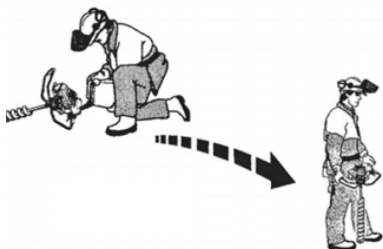

fig. 2
5. Lors du remplissage du carburant, si du carburant se déverse sur l'outil, essuyez-le avec soin et déplacez l'outil à un nouvel endroit pour le remplissage du carburant situé à au moins 10 pieds de distance (fig. 2).